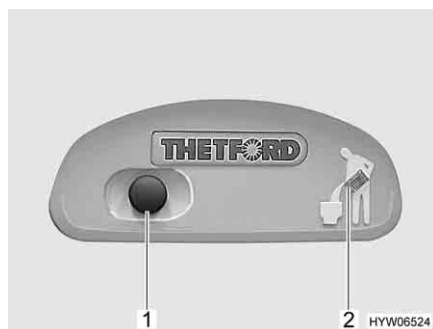
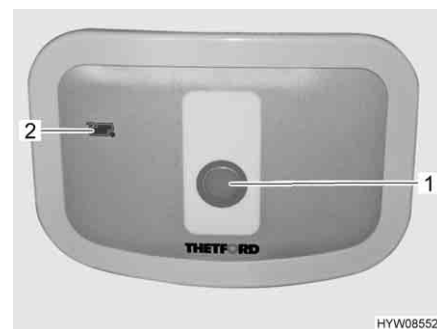

Fig. 262 Botón del inodoro/luz de control del inodoro Thetford
Fig. 263 Botón del inodoro/luz de control del inodoro Thetford (alternativa)
- Para lavar, pulsar el botón del inodoro azul (Fig. 262,1 ó Fig. 263,1).
La luz de control (Fig. 262,2 ó Fig. 263,2) se enciende cuando es necesario vaciar el depósito de aguas fecales.